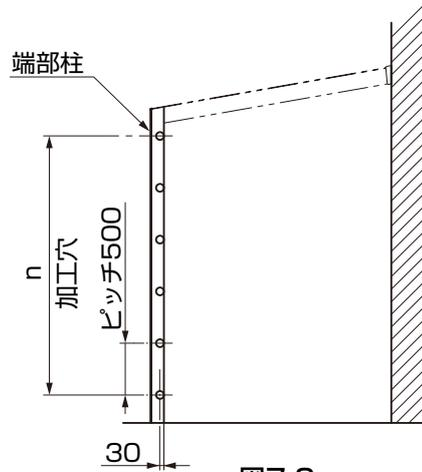
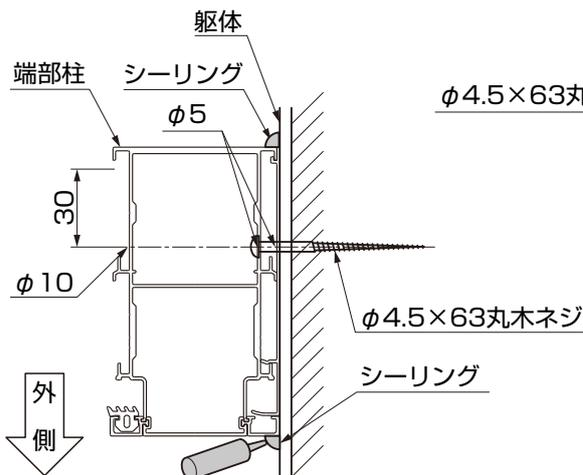
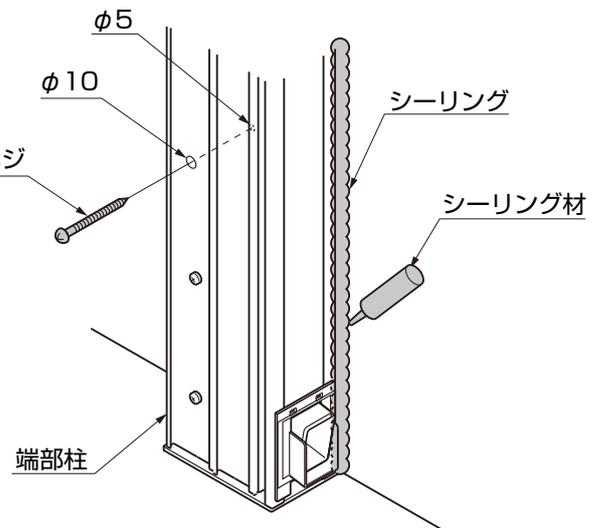

図7-2
図7-3
図7-4
- ①入隅側の端部柱に、φ10、φ5の穴をあけてください。(図7-2、図7-3、表7-1参照)
- ②端部柱と躯体を、「φ4.5×63丸木ネジ」で取付けてください。(図7-3、図7-4参照)
- ③端部柱と躯体の取合せ部にシーリングをしてください。(図7-4参照)